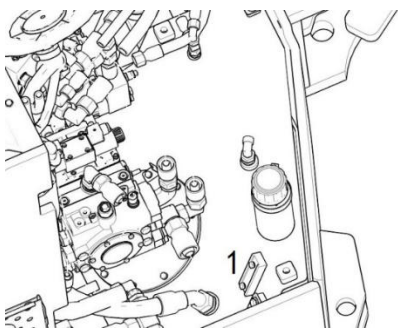

Рис. 3-5 Проверка уровня гидравлического масла
4. Проверка уровня масла в гидравлическом масляном баке (Рис. 3-5)